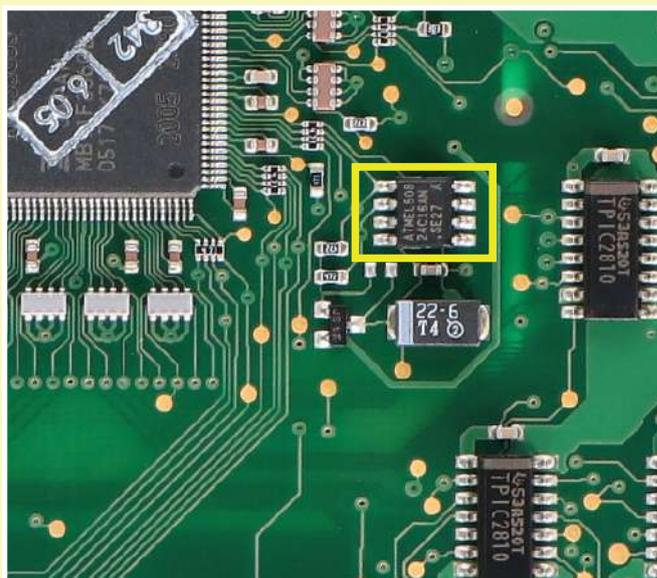

Figura 4
- Dissaldare ed effettuare un backup della EEPROM **24C16** (evidenziata in figura 4)